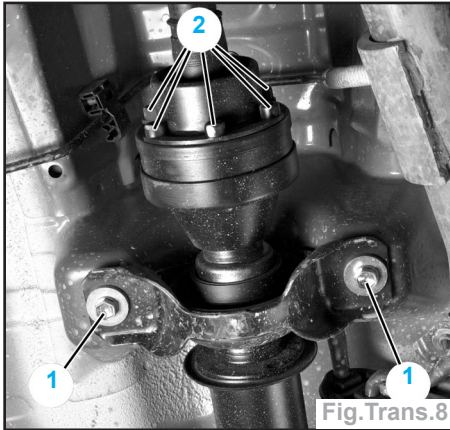

Fig. Trans. 8
- Desserrer les vis d'accouplement (2) de l'arbre (Fig.Trans.8).